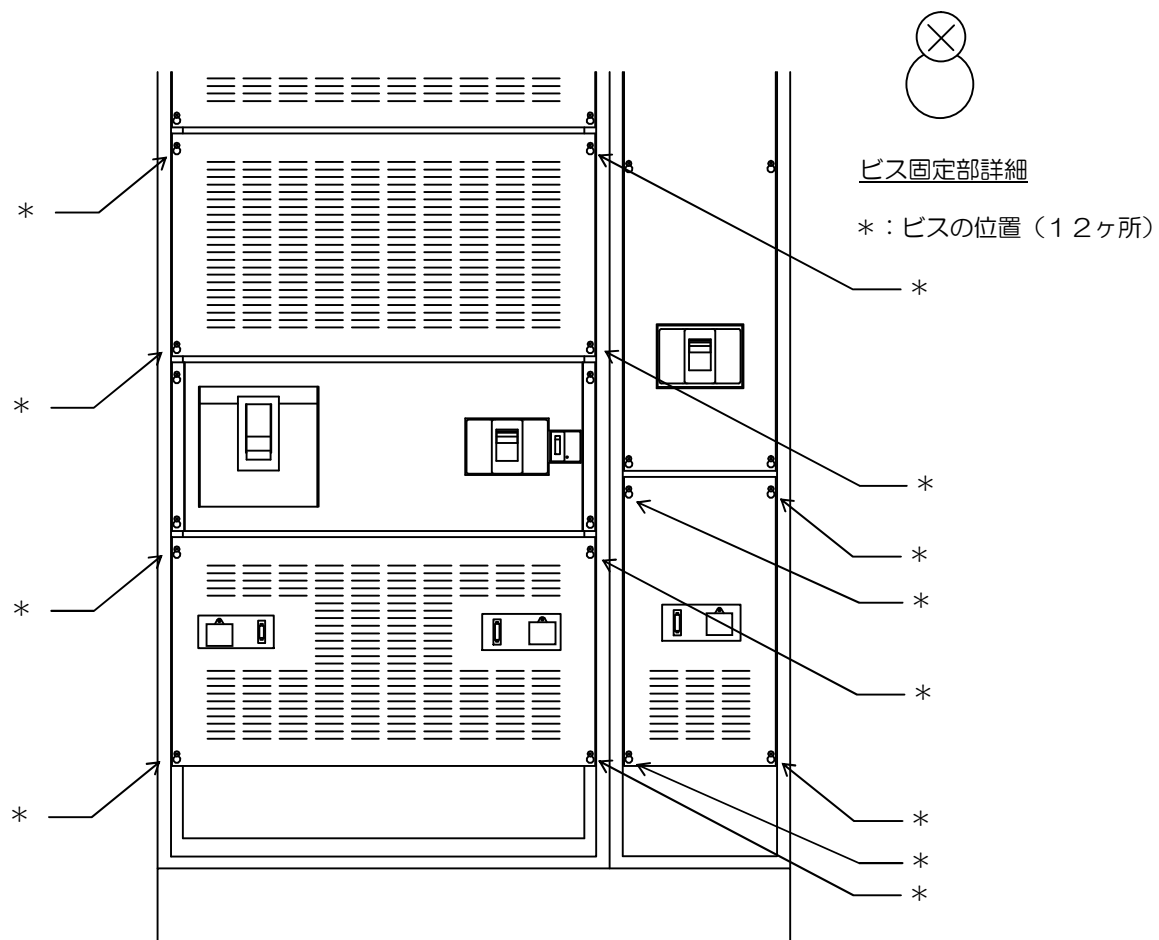

図12. 1 内部カバー中、下ビス止め位置
(2) 測定手順
- ①パワーコンディショナが運転または待機状態の場合はパワーコンディショナ正面の「運転／停止」スイッチを押して停止させてください。
- ②正面扉を開けて太陽電池入力遮断器（MCCB 5 1）をOFFしてください。続いて、連系出力遮断器（MCCB 1 1）をOFFしてください。また、自立出力遮断器（MCCB 6 1）をOFFしてください。
- ③接続箱（パワーコンディショナの外部に設置されている機器）内などにある遮断器等を全てOFFし、全ての太陽電池入力回路を必ず切り離してください。
- ④分電盤（パワーコンディショナの外部に設置されている機器）内などにある連系点の遮断器等をOFFし、商用電力系統と必ず切り離してください。
- ※ ③、④については必ず実施し、切り離されていることを確認してください。
- ⑤図12. 1を参照してビス（*部：12ヶ所）を緩め、内部カバー下と内部カバー中を上を持ち上げて外してください。内部カバー下と内部カバー中のビス固定部はダルマ穴加工となっているため、ビスを外す必要はありません。
- ⑥太陽電池入力遮断器（MCCB 5 1）、連系出力遮断器（MCCB 1 1）、自立出力遮断器（MCCB 6 1）をONしてください。
- ⑦CN10と避雷器（ZR11、ZR51、ZR61）の付いているプリント基板のアース線を外してください。
- ⑧図12. 2を参照し、パワーコンディショナ内部の測定箇所を接続し、接地端子との間の抵抗値を測定してください。
- ⑨絶縁抵抗計と⑧項で測定箇所に接続した配線をすべて外してください。
- ⑩パワーコンディショナの太陽電池入力遮断器（MCCB 5 1）、連系出力遮断器（MCCB 1 1）、自立出力遮断器（MCCB 6 1）をOFFしてください。
- ⑪⑦項ではずしたCN10と避雷器（ZR11、ZR51、ZR61）の付いているプリント基板のアース線を元の通り接続してください。
- ⑫内部カバー下と内部カバー中を元の通りに取付けてください。